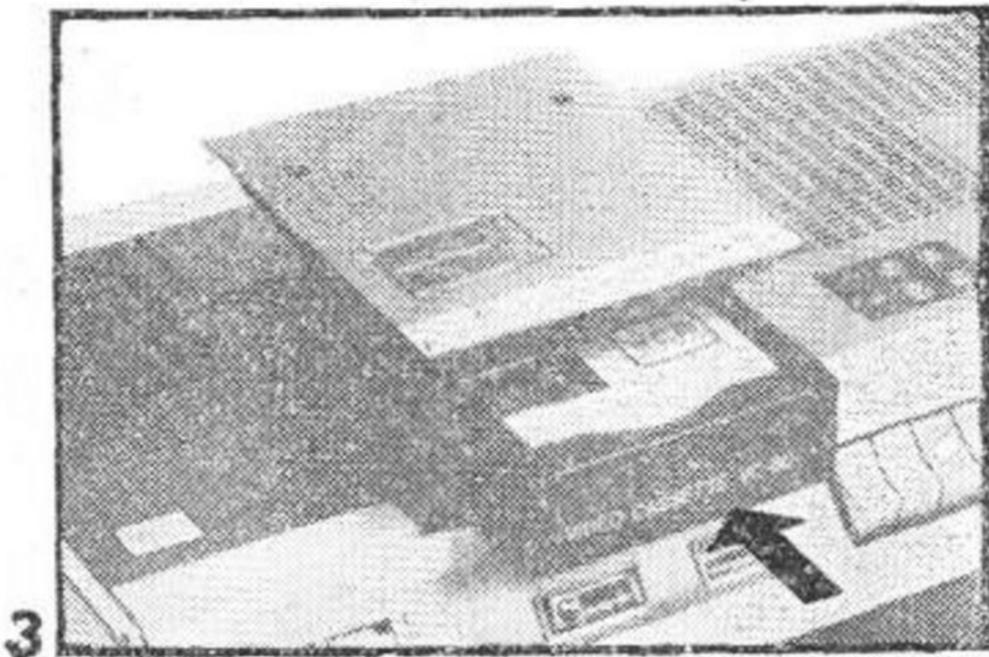

图 3 磁带盒的装入图解
- \* 有标签的面向上并把后折翼压下，按图 3 所示方法在磁带盒滑进托架中。